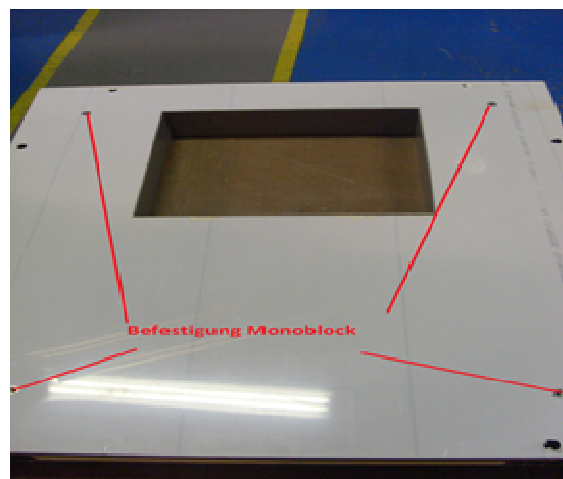

Bild 1
- 2) die Buchsen (in allen 3 Scharnieren) in die Position wie im Bild 1 anbringen